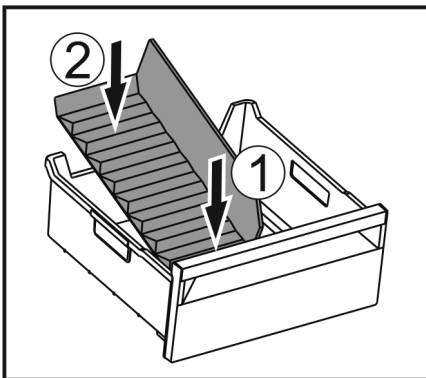

Fig. 171
- ▶ Pange jääkambrieraldaja eesmine osa sisse. Fig. 171 (1)
- ▶ Langetage jääkambrieraldaja tagumine osa sahtlipõrandani. Fig. 171 (2)